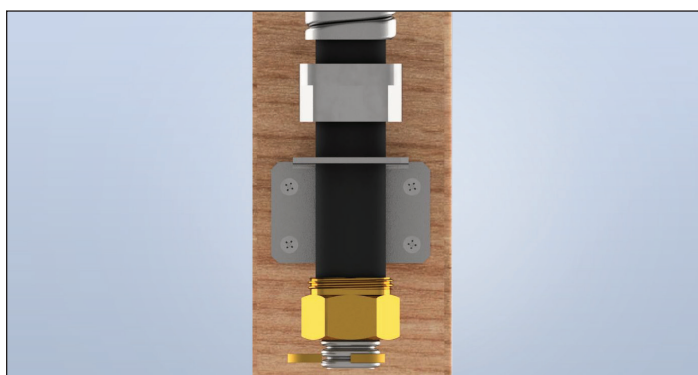

Figure 1-6
6. Séparez le corps du raccord de l'écrou et enlevez les deux bagues fendues. Glissez l'écrou sur l'extrémité coupée du tube jusqu'à la gaine. Placez deux bagues fendues dans la première ondulation juste à côté de la coupe du tube, puis glissez l'écrou vers l'avant pour couvrir et retenir les bagues fendues (figure 1-6).